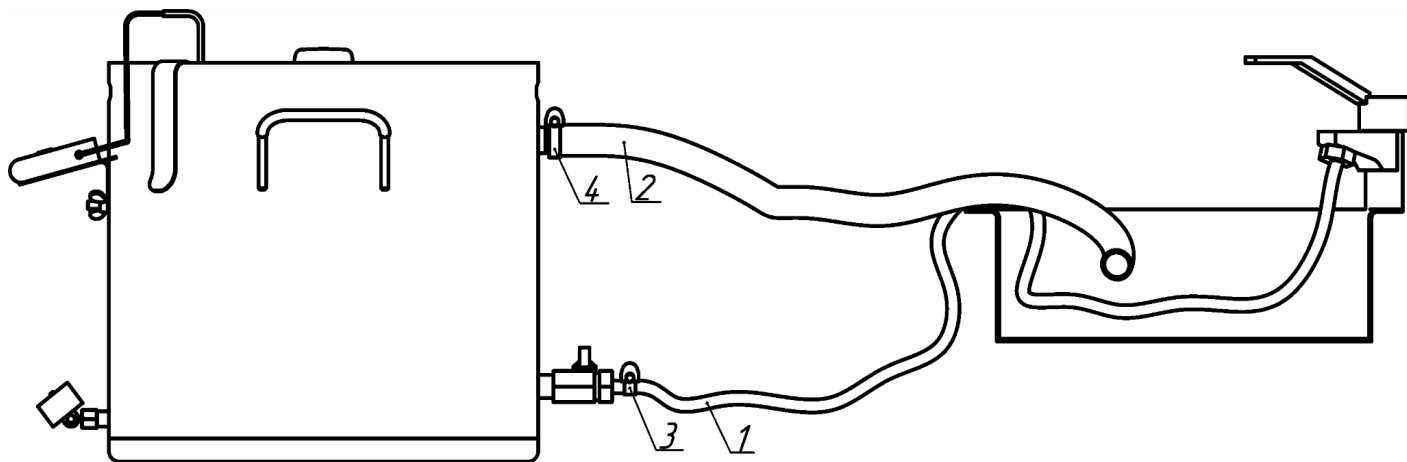

Рисунок 3 - Схема закрепления шлангов в процессе работы сыроварни
- используя хомут, входящий в комплектацию сыроварни, закрепить один из шлангов, прилагающихся в комплекте, на штуцер крана сыроварни (6); другой конец шланга прикрепить к водопроводному крану (Рисунок 3).
- закрепить один конец второго шланга из комплекта на верхнем штуцере сыроварни (7) (с помощью хомута, имеющегося в комплекте), а другой его конец опустить в раковину (Рисунок 3);